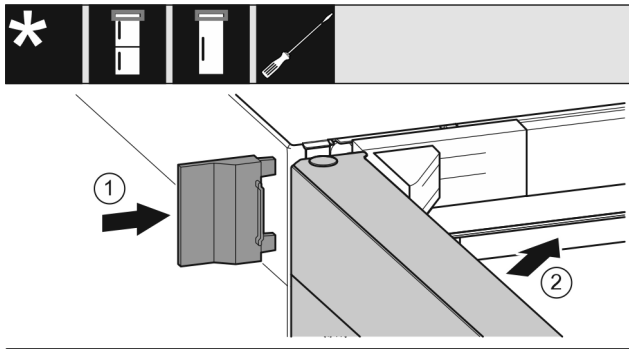

Fig. 35
- ▶ Lükake välimine kate peale. Fig. 35 (1)